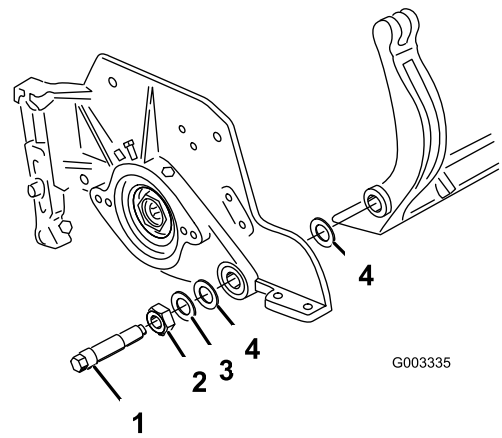
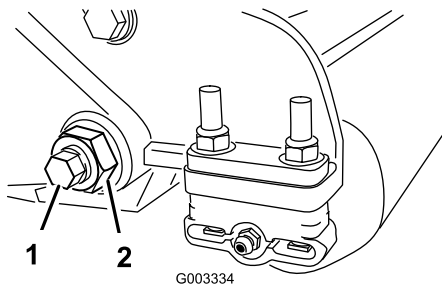

図 27
図 26
- ベッドバー・ボルト（図 26）を固定しているロックナット（機体両側）をゆるめる。
- 各ベッドバー・ボルトを抜いて、ベッドバーを下に引き抜いて外す（図 26）。ベッドバーの両端にナイロン・ワッシャとスチール・ワッシャが2枚ずつあるので注意する（図 27）。
- ベッド・バー・ボルト（とボルトについているナット）とワッシャ6枚で、ベッド・バーを各サイド・プレートに固定する。ナイロン・ワッシャはサイド・プレートの両側のボスに嵌め込む。その外側からスチール製ワッシャを取り付ける（図 27）。ベッドバー・ボルトを3.7～4.5 kg.m にトルク締めし、外側のスチール製ワッシャの遊びがなくなって回らなくなっているが、サイドプレートを変形させるほどには締めすぎない程度に、ロックナットを締め付ける。内側のワッシャには遊びがあってよい。